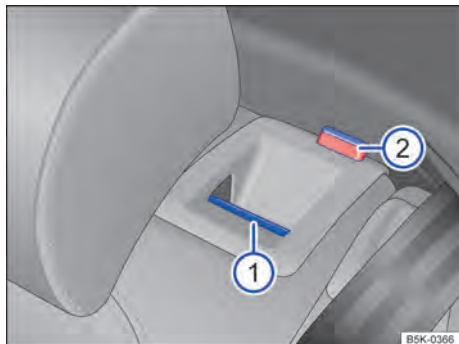

Fig. 65 En el respaldo del asiento trasero: tecla de desbloqueo.
- Tirar de la tecla de desbloqueo → **fig. 65** ⓘ A hacia adelante y, al mismo tiempo, plegar el respaldo del asiento trasero hacia adelante.
- La parte de respaldo del asiento trasero correspondiente estará desbloqueada cuando la marca roja → **fig. 65** ② sea visible.
- La marca roja → **fig. 65** ② ya no puede ser visible.